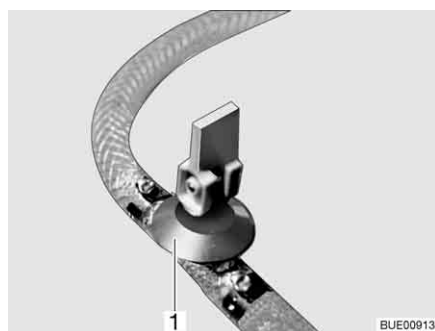
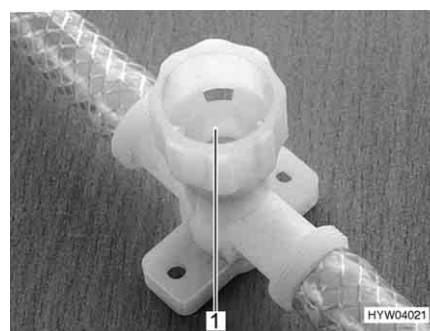

Bild 210 Ablasshahn (mit Kipphebel)
Bild 211 Ablasshahn (mit Drehkappe)
- Alle Ablasshähne öffnen. Dazu den Kipphebel des Ablasshahns (Bild 210,1) senkrecht stellen oder die Kappe des Ablasshahns (Bild 211,1) entgegen dem Uhrzeigersinn drehen.